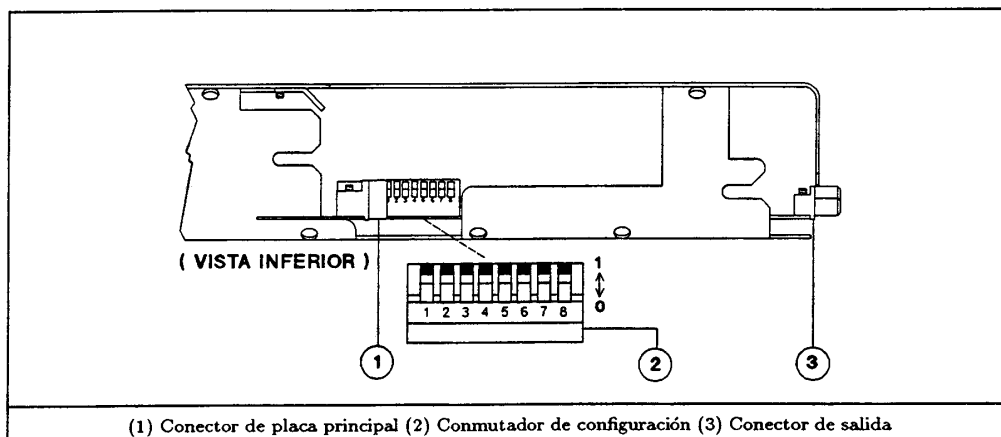

Figura 4. Conmutador de configuración de los módulos
La Figura 4 muestra la ubicación del conmutador de configuración de los módulos de alimentación. La Tabla 6 identifica las funciones del conmutador y las posiciones implícitas de fábrica. Consulte esta tabla si necesita cambiar alguna de las posiciones.
El conmutador 6 (vea la Figura 4) determina el estado del módulo de alimentación durante el encendido. Cuando el conmutador está en la posición implícita de fábrica (1), el módulo se enciende en el estado reset (*RST). Los parámetros correspondientes a este estado aparecen listados bajo el comando *RST, en la guía Programming Guide. Si el usuario almacena sus propios parámetros en la posición 0 (SAV 0) y pone el conmutador 6 en la posición 0, el módulo asumirá entonces dicho estado siempre que se encienda.
- Conmutador de configuración (vea la Figura 4).